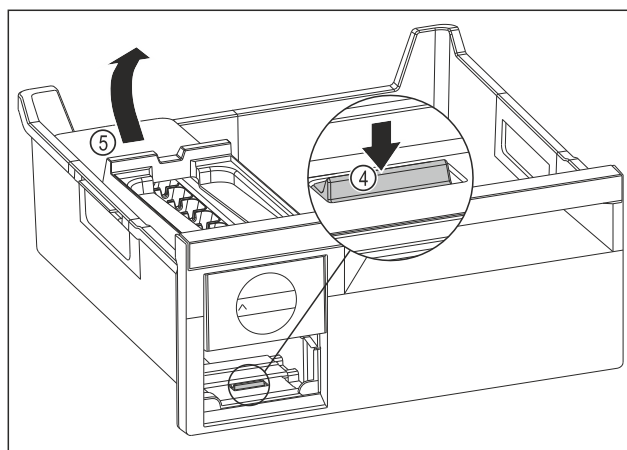

Fig. 104
- EasyTwist-Ice-corpus wegnemen: Strip Fig. 104 (4) met uw vinger omlaag drukken en gelijktijdig met de andere hand de EasyTwist-Ice-corpus Fig. 104 (5) van achteren optillen.